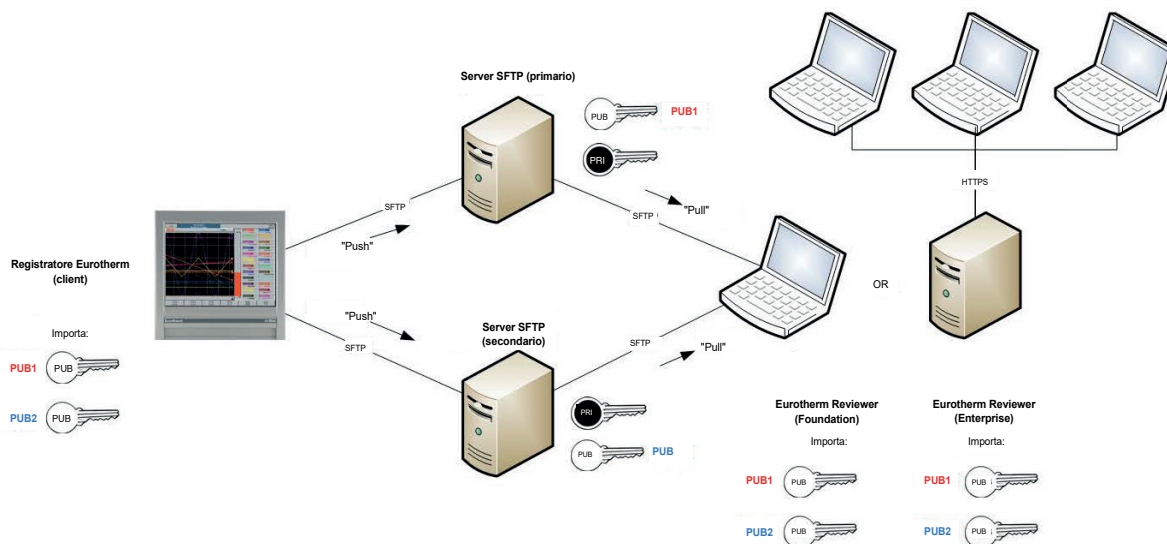

Figura 4.8b Secure FTP - Registratore come client
Esistono varie configurazioni di sistema; nella figura 4.8b Secure FTP - Registratore come client è mostrato un Registratore 6000 come client, che si collega a due server che eseguono entrambi un'applicazione server SFTP.
- Esportare o richiedere una copia della chiave pubblica SFTP corrente del server. In caso di connessione a più server, la chiave pubblica sarà richiesta da ogni server. (Vedere le chiavi pubbliche PUB1 e PUB2 in "Figura 4.8b Secure FTP - Registratore come client" a pagina 249.)
Il menu Importa chiave pubblica consente all'utente di importare una chiave pubblica SFTP da un server configurato SFTP. Un esempio potrebbe essere un registratore collegato e che carica e trasferisce dati in modo sicuro a un server "primario" di archiviazione (o a più server); vedere "Figura 4.8b Secure FTP - Registratore come client" a pagina 249.